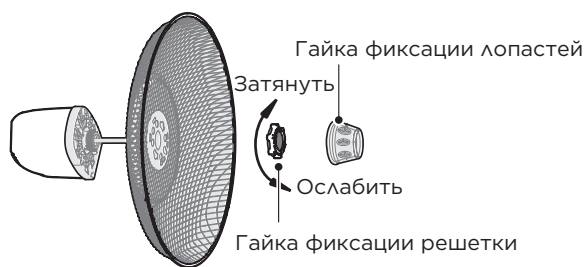

Рис.7
- 1** Отвинтите гайку фиксации лопастей с оси по часовой стрелке (если она на ней установлена). Затем отвинтите гайку фиксации решетки против часовой стрелки. Наденьте заднюю решетку на ось и затяните гайкой (Рис. 7)